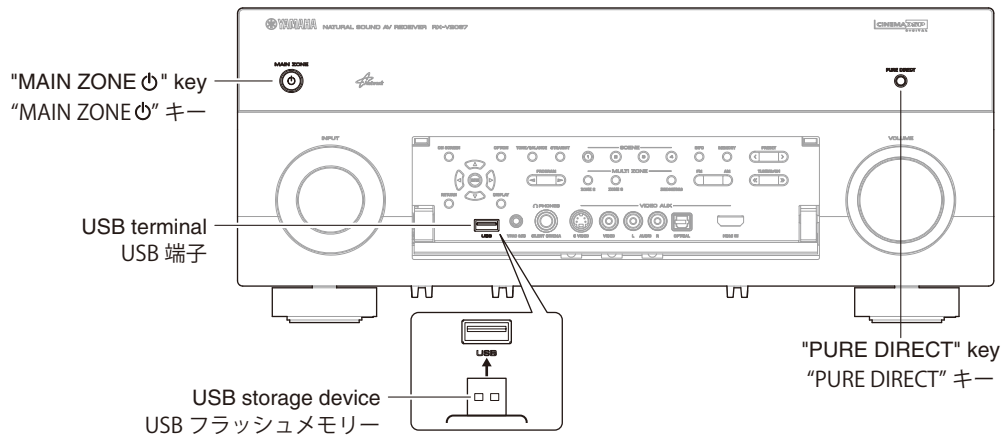

Fig. 1
1. Insert the USB storage device to the USB terminal. (Fig. 1)
2. While pressing the "PURE DIRECT" key, connect the power cable to the AC outlet. (Fig. 1)
1. USB 端子に USB フラッシュメモリーを差し込みます。(Fig. 1)
2. "PURE DIRECT" キーを押しながら、電源コードを AC コンセントに接続します。(Fig. 1)
5. Press the "MAIN ZONE" key to turn off the power. (Fig. 1)
6. Remove the USB storage device from the USB terminal. (Fig. 1)
5. "MAIN ZONE" キーを押して電源を切ります。(Fig. 1)
6. USB 端子から USB フラッシュメモリーを抜きます。(Fig. 1)